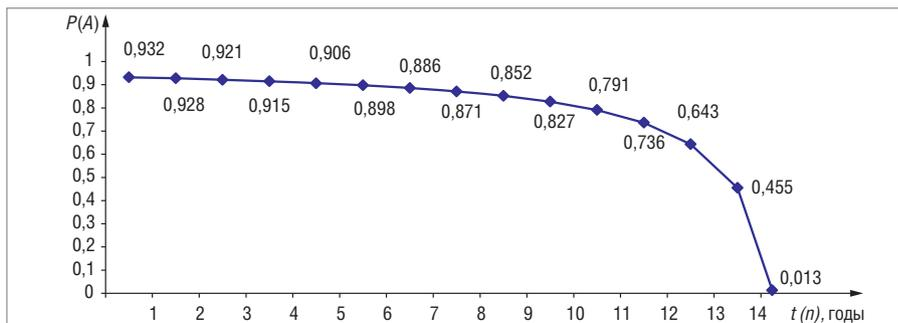

Рис. 2. Вероятность безотказной работы устройства в n-м году при  $T_0 = 125\ 000$  часов ( $T_{01} = 14,23$  года)
ной по формуле (8) для  $T_0 = 125\ 000$  часов ( $T_{01} = 14,23$  года), приведён на рис. 2. Особенностью данного графика является ограниченная область определения: при превышении фактическим временем текущей наработки заданного времени наработки на отказ формула (8) теряет физический смысл.